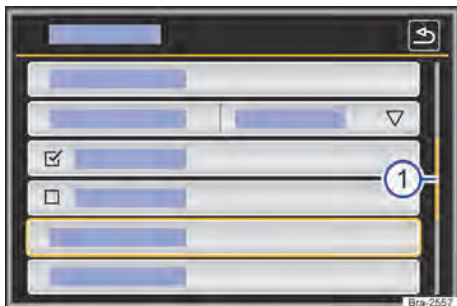

Fig. 103 Representación esquemática: entradas de la lista en el menú de configuraciones.
Se puede acceder a las entradas de la lista mediante un toque directo en el display o por medio de la tecla de regulación → fig. 103 (4).
Si en una vista de lista hay más registros seleccionables de los que se puede ver, se muestran botones de función para desplazar o una barra de desplazamiento a la derecha en la imagen → fig. 103 (1).